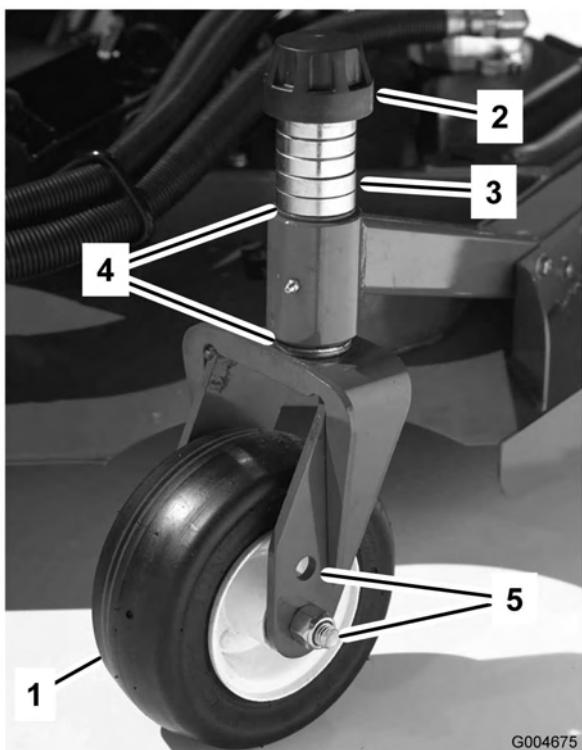
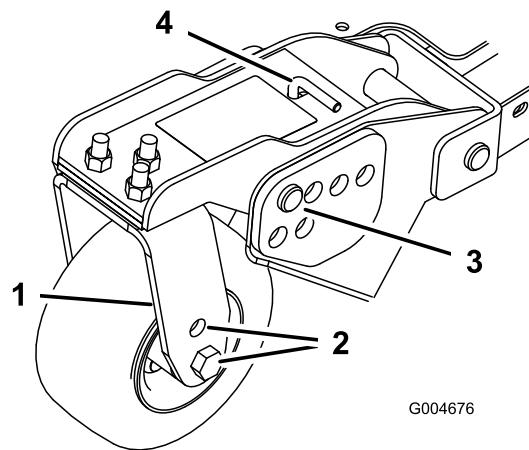
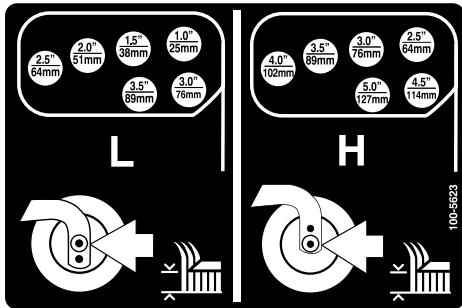

Figura 18
Figura 20
Figura 21
- Coloque os eixos da roda giratória nos mesmos orifícios em todas as forquilhas da roda giratória (Figura 18 e Figura 20). Consultar o quadro seguinte para determinar quais os orifícios adequados para cada posição.
- Retire a tampa de fixação do eixo rosado e desloque o fuso (Figura 18) para fora do braço da roda giratória. Coloque ambos os calços (3 mm) no eixo, tal como se encontravam originalmente. Estes calços são necessários para atingir a mesma altura ao longo de toda a largura das unidades de corte. Desloque um número apropriado de cunhas de 13 mm para o eixo para obter a altura de corte desejada; em seguida, desloque a arruela para o eixo.
- Retire o contrapino tipo grampo e o pino de segurança dos braços articulados da roda giratória (Figura 20).
- Rode a barra tensora para levantar ou descer o braço articulado, até os orifícios se encontrarem alinhados com a altura desejada dos orifícios da altura de corte na estrutura da unidade corte (Figura 20 e Figura 21).